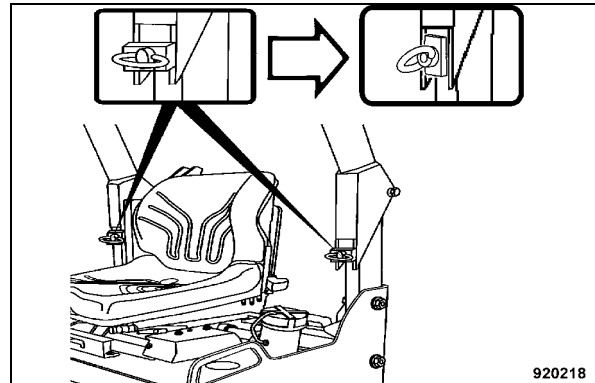

Fig. 111
- Rabattre l'arceau de sécurité ROPS² pour le transport. Dévisser les anneaux de levage (Fig. 111) et positionner les tôles de blocage en position verticale.